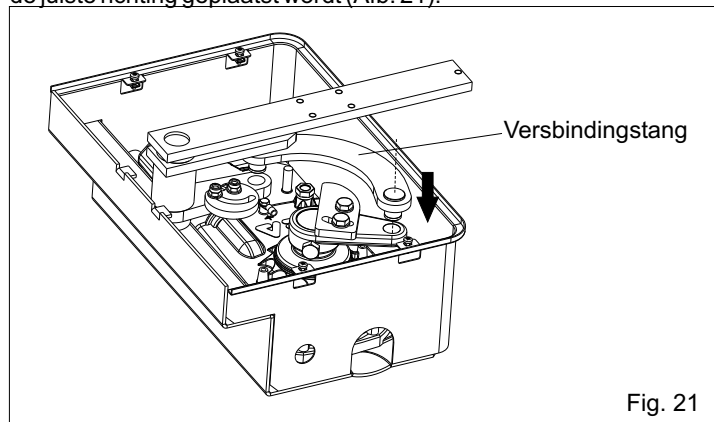

Fig. 21
N.B. Smeer de gaten goed met vet en zorg ervoor dat de drijfstang in de juiste richting geplaatst wordt (Afb. 21).